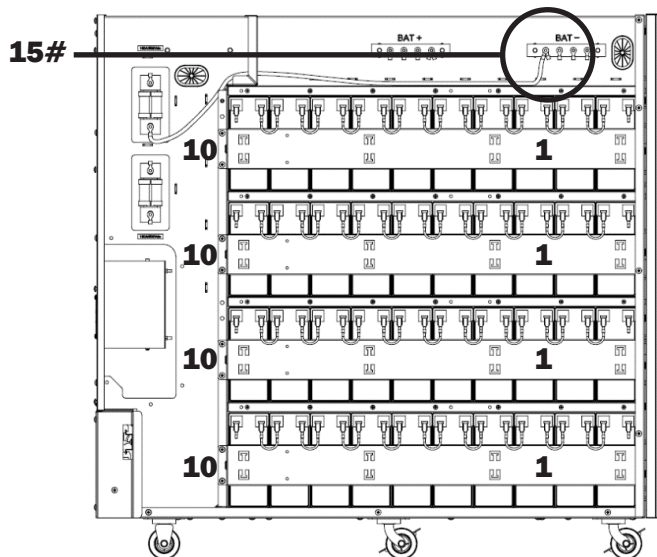

Figura 5-25
37. Conecte la barra colectora de la batería - al fusible (Figura 5-25).